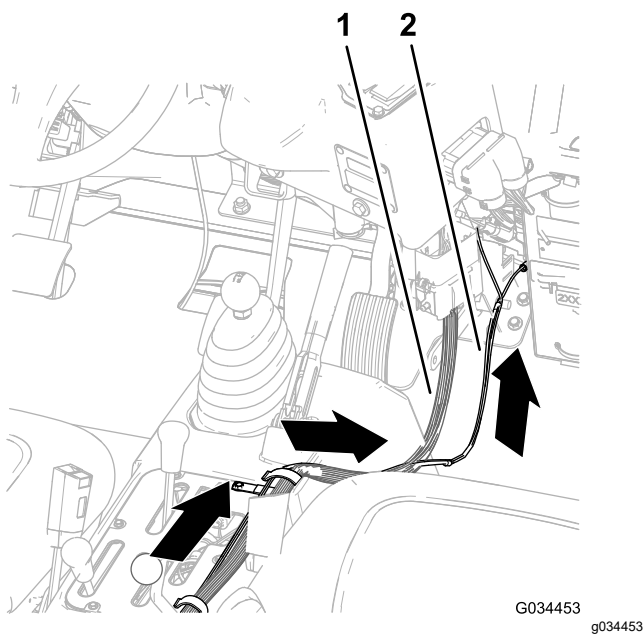

**Figura 17**
2. En los interruptores de las luces, dirija el ramal del arnés de cables con el terminal hembra y el terminal de anillos hacia abajo y a través de la parte trasera del asiento del operador, tal y como se muestra en la Figura 17.
3. En la consola central, dirija el arnés de cables del kit de luces de trabajo traseras a lo largo del arnés de cables del fumigador y hacia delante, hacia el bloque de fusibles (Figura 17 y Figura 18).
4. Sujete el arnés de cables del kit de luces de trabajo traseras al arnés de cables del fumigador con bridas para cables, tal y como se muestra en la Figura 17 y en la Figura 16.